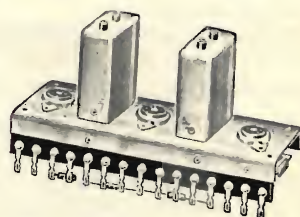

Fig. 3 - Telaio di media frequenza AM-FM 0/465.
- 3) Telaio premontato O/466, fig. 3, comprendente gli stadi amplificatori di media frequenza, AM e FM, nonché gli stadi di rivelazione AM e discriminatore a rapporto.